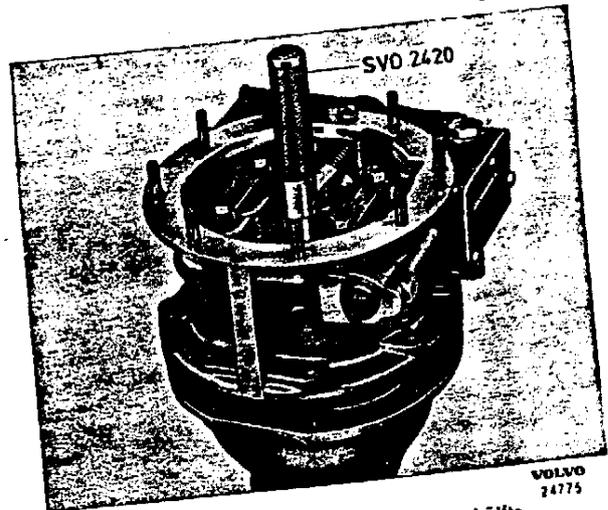

Abb. 28 Einbau der vorderen Gehäusehälfte
8. Die laut Punkt 7 zusammengesetzte Einheit in die hintere Gehäusehälfte legen. Die Keilnuten im Planetenradträger sowie in der Freilaufnabe mit dem Dorn SVO 2420 einrichten, so daß diese gegenüber liegen, siehe Abb. 28. Scheiben und Muttern aufsetzen. Die Muttern eine nach der anderen gleichmäßig anziehen.